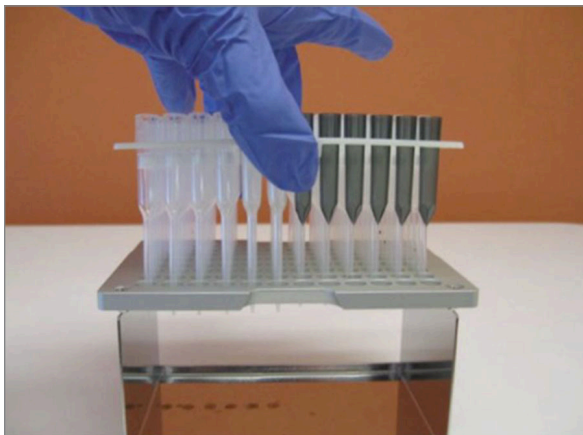

ABBILDUNG 5.13: Spitzen und Folienpiercer in den metallenen Spitzenträger setzen
- b. Platzieren Sie die Spitzen und die Folienpiercer im Träger. Halten Sie die Spitzenablage aus Kunststoff in der Mitte fest und halten Sie sie über den metallenen Träger, und senken Sie dann die Spitzen langsam in die metallene Halterung ab. Es ist hilfreich, den Träger auf Augenhöhe zu positionieren, um die Kunststoffspitzen im Träger auszurichten (**ABBILDUNG 5.13**).